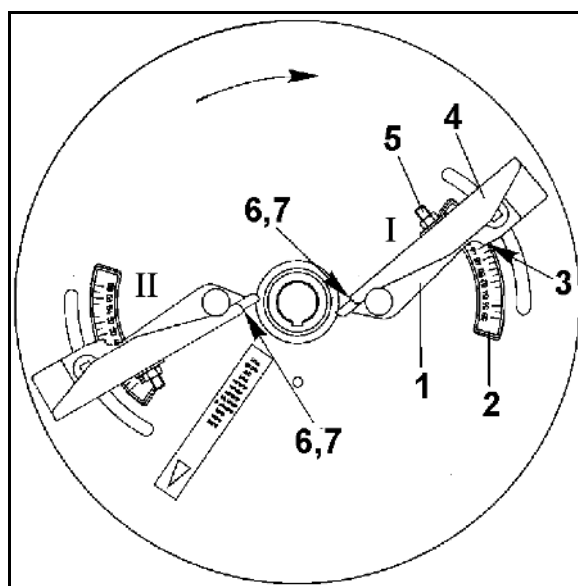

Рис. 81
производится с помощью телескопических лопастей (Рис. 81/1) по данным таблицы норм внесения удобрений в зависимости от сорта распределяемого удобрения и расстояния первой колеи от края поля следующим образом:
1. Поверните телескопические лопасти (Рис. 81/1) на распределяющем диске после того, как Вы отвернете соответствующую барашковую гайку в области шкалы (Рис. 81/2). Снимите показание числового значения на указателе (Рис. 81/3) и снова затяните барашковую гайку.
2. Установите наружную сторону лопасти (Рис. 81/4) после отвинчивания гайки (Рис. 81/5) на шкале (Рис. 81/6) на более высокое буквенное значение. Производится считывание конкретного положения наружной части лопасти на указателе (Рис. 81/7) шкалы.